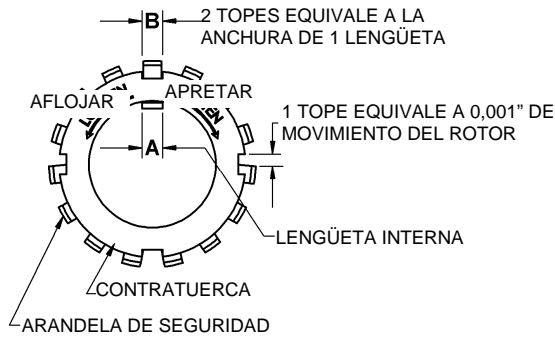

Figura 8 – Montaje de las contratuercas
Es importante que instalar y ajustar correctamente las contratuercas (24A) y las arandelas de seguridad (24B) del rodamiento. Un sobreapriete de las contratuercas puede provocar fallos en los rodamientos o una lengüeta rota en la arandela de seguridad. Las contratuercas flojas permitirán que el rotor se desplace contra los discos (71), causando desgaste. Consulte la figura 8.